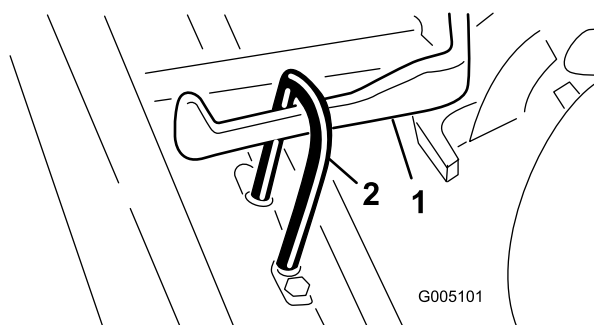

図 10
3. カッティングユニットをプル・フレームの下に引き入れ、吊り輪（フープ）を昇降アームに引っかける（図 10）。